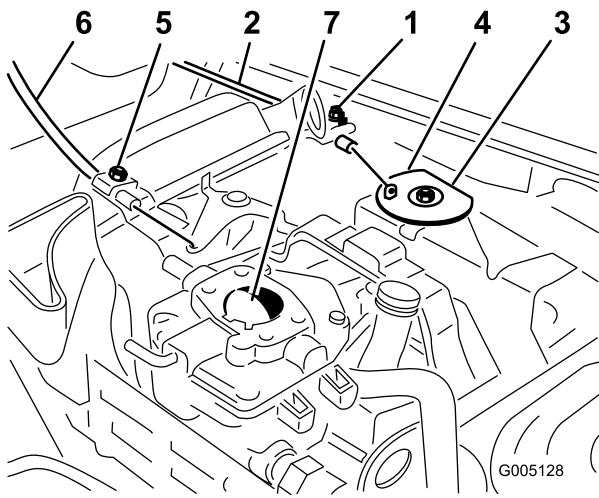

Figura 48
1. Afloje el tornillo de la abrazadera que fija el cable al motor (Figura 48).
- Tire firmemente del cable del acelerador hasta que la parte trasera del pivote entre en contacto con el tope (Figura 48).
- Afloje el tornillo de la abrazadera que fija el cable al motor (Figura 48).
- Tire firmemente del cable del estarter hasta que la palomilla esté cerrada del todo, luego apriete el tornillo de la abrazadera (Figura 48).